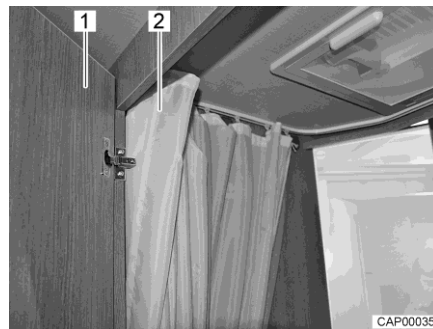
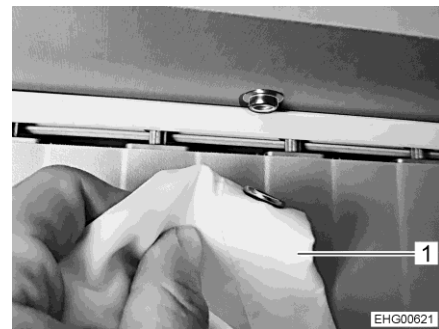

Fig. 104 Cuarto de aseo con ducha
Fig. 105 Cortina de ducha con botones de presión
- Para ducharse, cerrar la puerta (Fig. 104,1) y correr la cortina de ducha (Fig. 104,2 y Fig. 105,1) completamente o bien cerrarla con botones de presión para que todas las paredes estén protegidas.